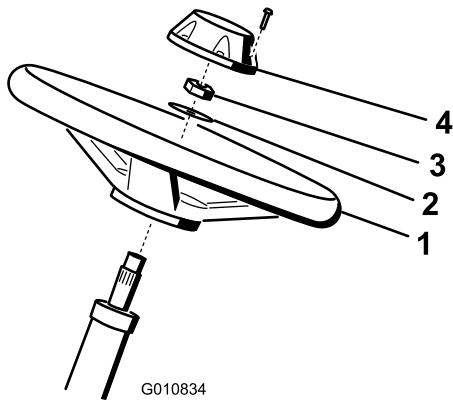

Bild 6
1. Schieben Sie das Lenkrad auf die Lenkwelle (Bild 6).
2. Schieben Sie die Scheibe auf die Lenkwelle (Bild 6).
3. Befestigen Sie das Lenkrad mit einer Sicherungsmutter an der Welle und ziehen es auf 27–35 N·m an (Bild 6).
4. Setzen Sie den Deckel auf und befestigen ihn mit sechs Schrauben am Lenkrad (Bild 6).